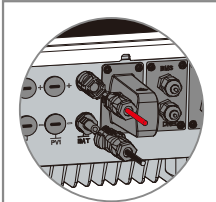

Abbildung 4.2-1
- **Batterieanschluss:** Prüfen Sie die Verbindungen zwischen dem BT-Wechselrichter und der Batterie und stellen Sie sicher, dass die Polarität (+/-) nicht vertauscht ist. Siehe Abbildung 4.2-1.